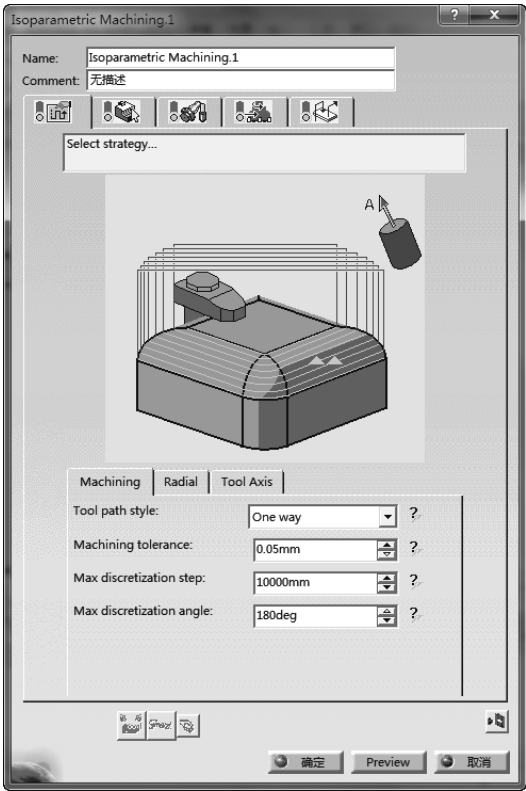

图 5-19 “Machining” 选项卡（1）
- 在“Machining”选项卡（1）的“Machine tolerance”文本框中输入“0.05mm”，如图 5-19 所示。